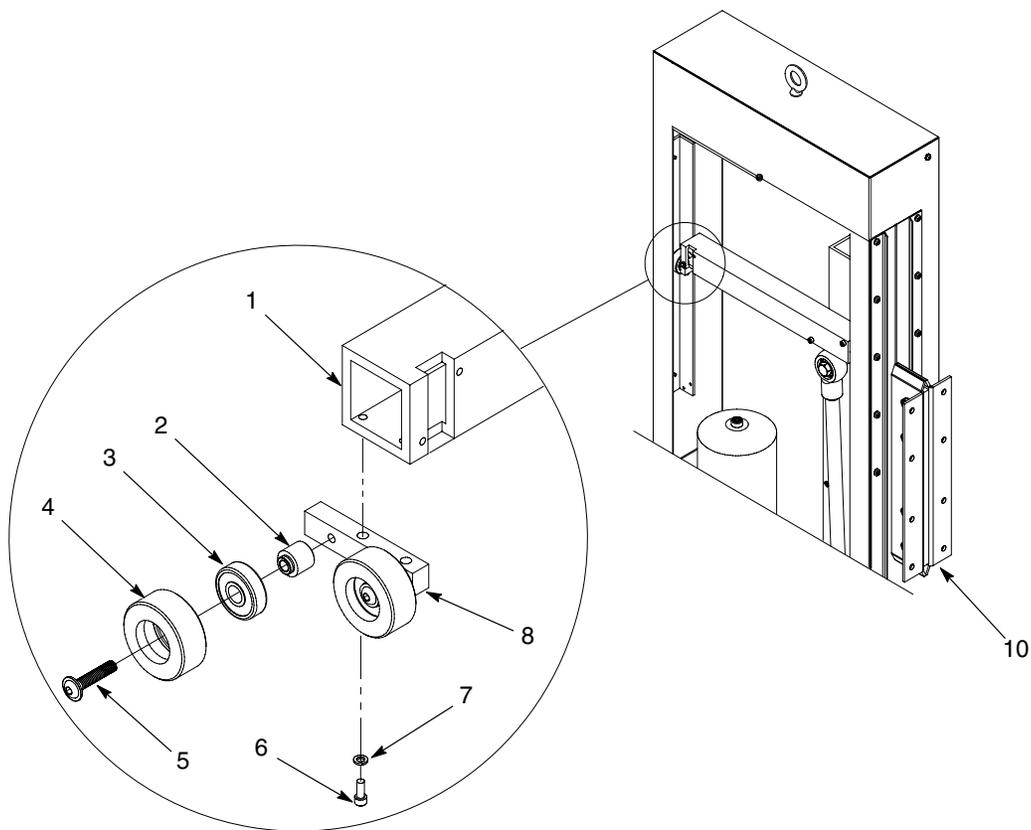

Fig. 12 Bloc de rouleaux type (illustration de la configuration VFD)
2. Voir la figure 12. S'assurer que le chariot à pistolet (10) se trouve en bas de sa course.
3. Retirer les vis (6) et les rondelles frein (7) qui fixent le bloc de rouleaux (8) à la barre stabilisatrice (1).
4. Retirer la vis à tête plate (5) qui fixe la roue (4), le palier (3) et l'axe (2) au bloc de rouleaux (8). Seuls la roue et le palier sont mis au rebut.
5. Fixer la roue neuve (4), le palier neuf (3) et l'axe (2) au bloc de rouleaux (8) à l'aide de la vis à tête plate (5). Serrer fermement les vis.
6. Fixer le bloc de rouleaux (8) à la barre stabilisatrice (1) à l'aide des rondelles frein (7) et des vis (6). Serrer fermement les vis.